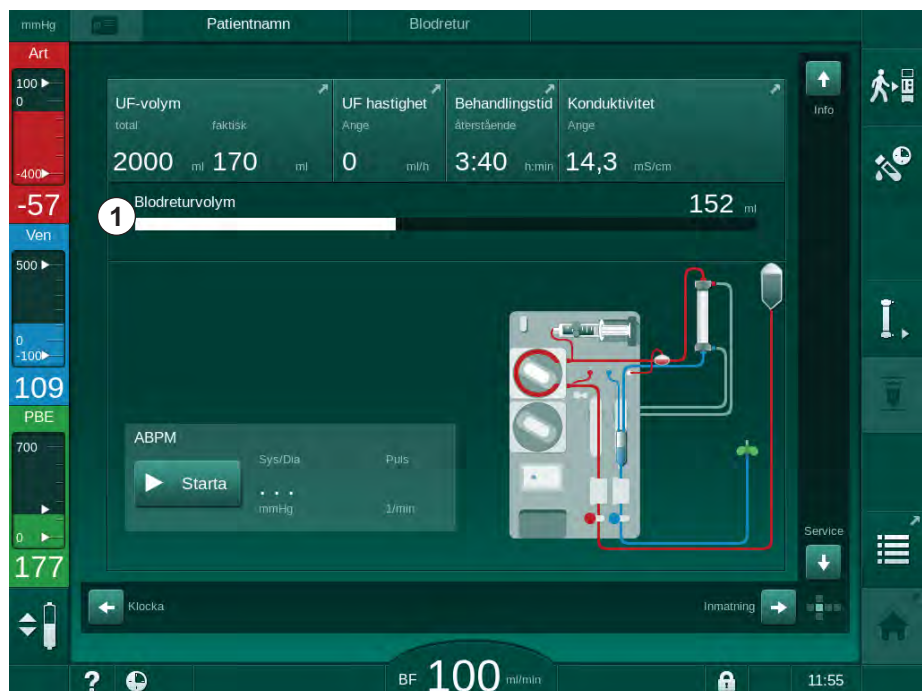

Bild 6-20 Pågående blodretur
Den givna blodreturvolymen visas på skärmen (Bild 6-20 , ① ).